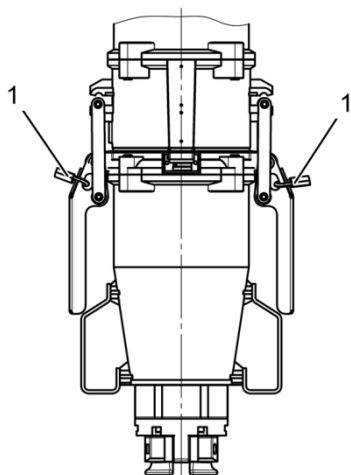

Abb. 63: Verschlusshebel sichern
4. Verschlusshebel mit einem Vorhängeschloss sichern (Abb. 63 /1).